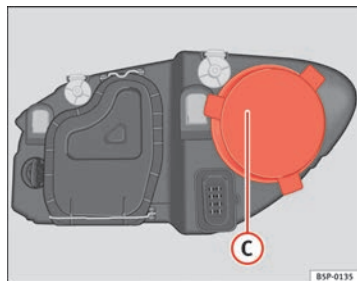

Fig. 188 Luz de carretera
- Retire la tapa ⇒ fig. 188 C tirando de la misma.